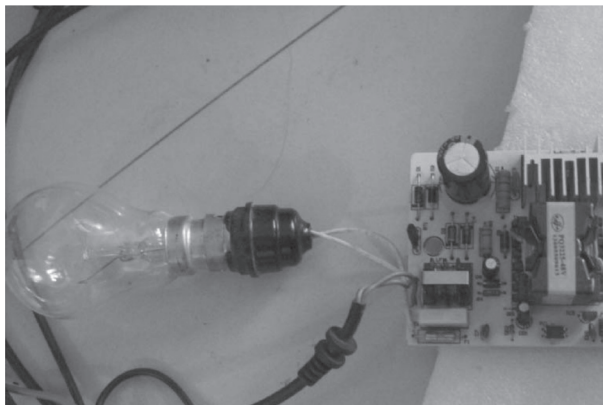

图 4-35 连接灯座及熔断器
⑥ 焊开的熔断器一端，与灯座电线串连，并把灯座与灯泡拧紧，如图 4-35 所示连接好。